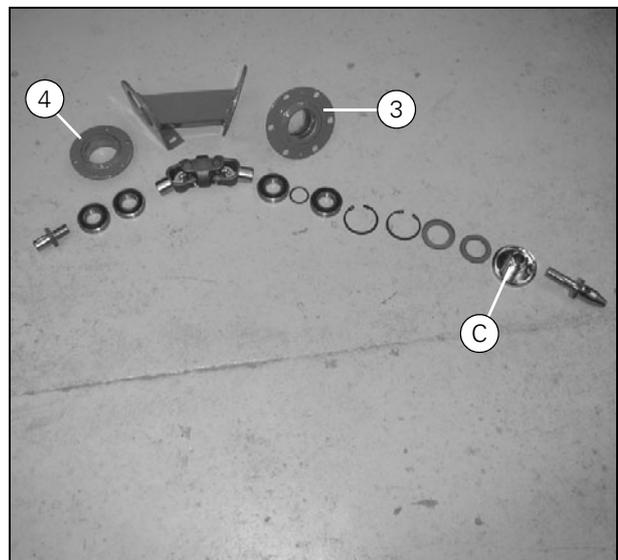

Рисунок 29
5. Снимите подшипники и пыльник с корпуса подшипника. Снимите стопорные кольца с фланца (3). На фланце (4) стопорное кольцо не установлено.
**Примечание:** Порядок установки деталей показан на (Рис. 29).
**ВАЖНОЕ ЗАМЕЧАНИЕ:** Установите винт М6 во втулку (С). Данный винт выбрасывает пыль через прорезь (D), не позволяя ей попасть в подшипники.